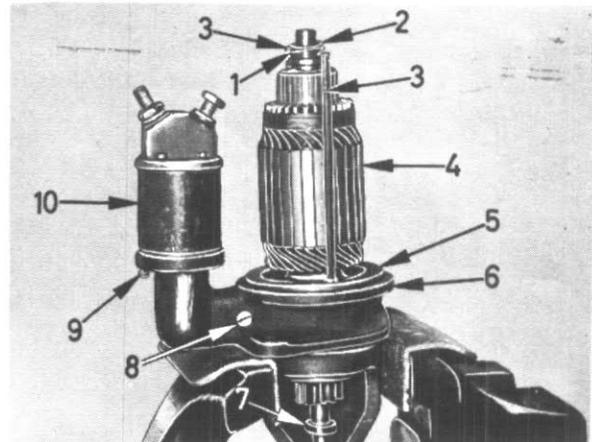
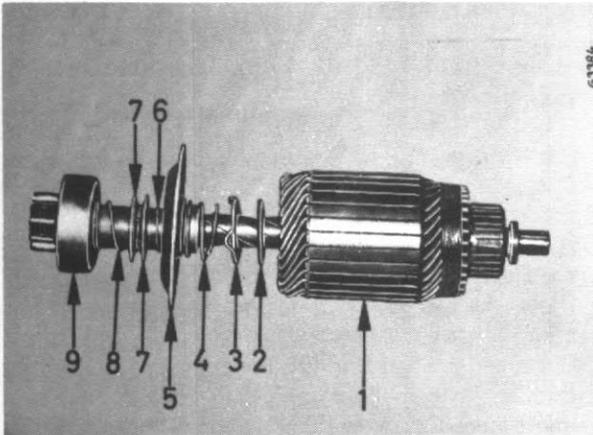

Figure 18
Figure 20
Déposez les goujons (3), la vis (8) et les boulons (9), fig. 18.
Enlevez la butée du pignon (7) fig. 18, glissez les pièces (2-9) fig. 20 hors de l'arbre de l'induit.